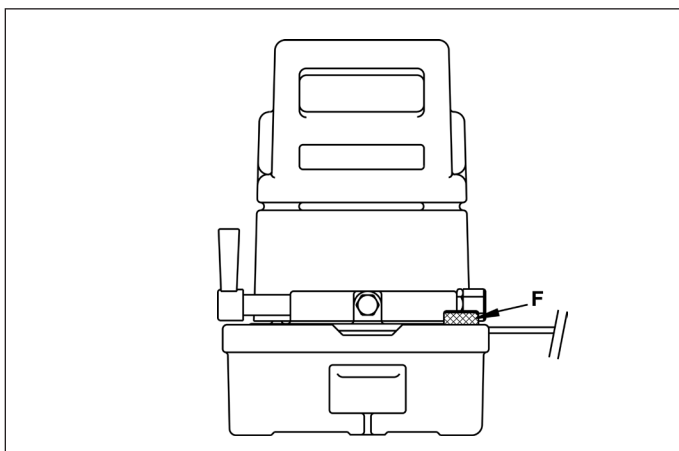

Figur 4
1. Slangen mellom pumpe og sylinder festes direkte til utløpsporten (A) på kontrollventilen (se Figur 4).
2. Hvis du ønsker en måler til å overvåke systemtrykket, må du installere en måleradapter i ventilens utløpsport (A). Installer en 700 bar (0 - 10 000 psi) trykkmåler i målerporten på måleradapteren.